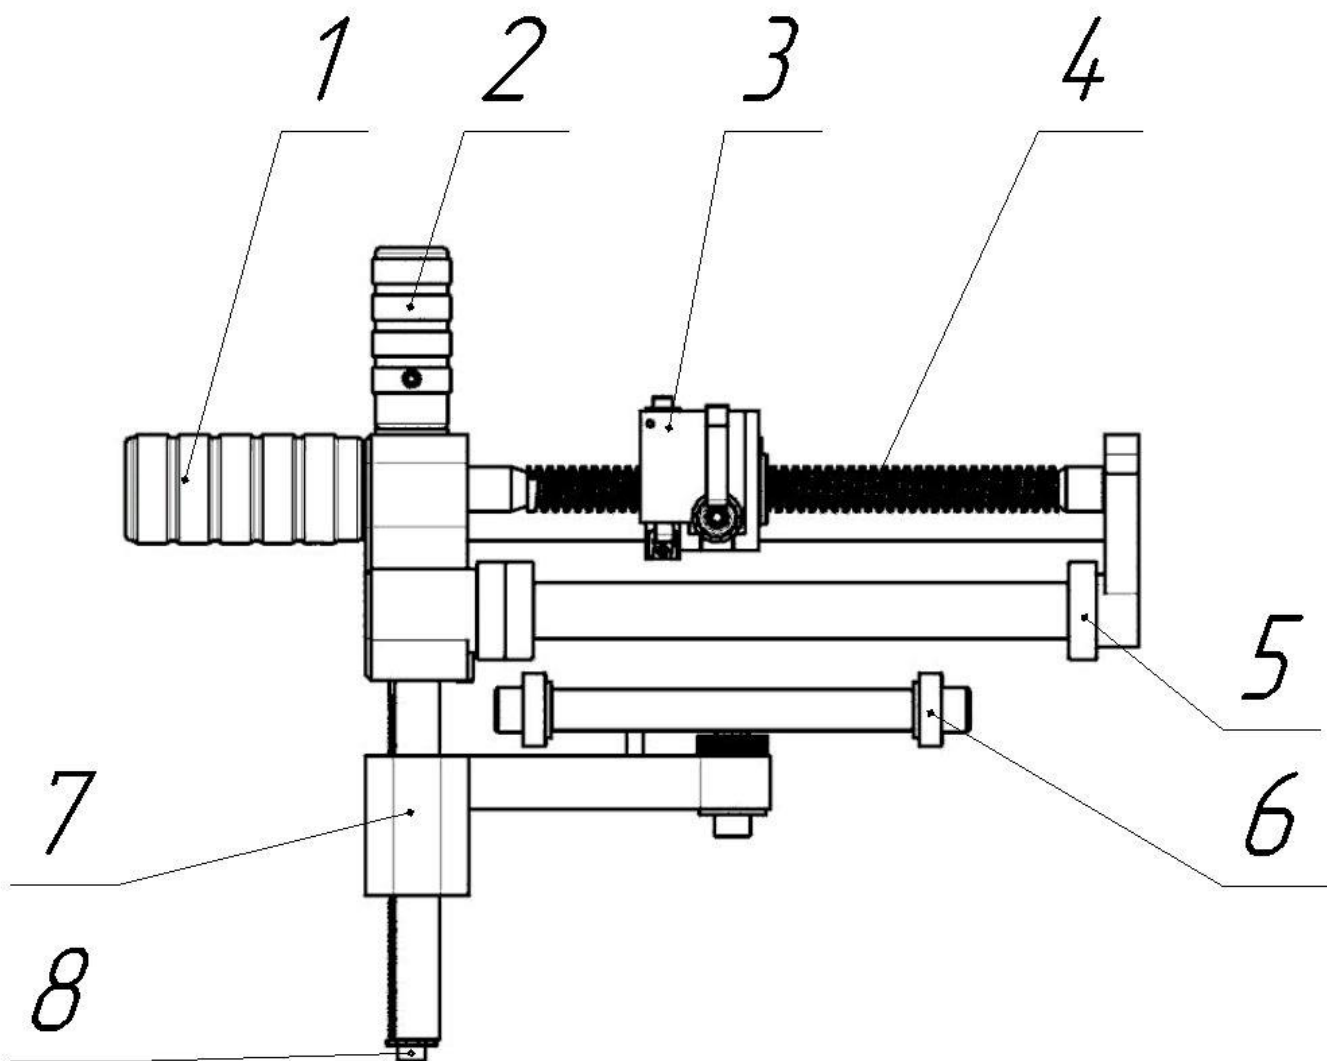
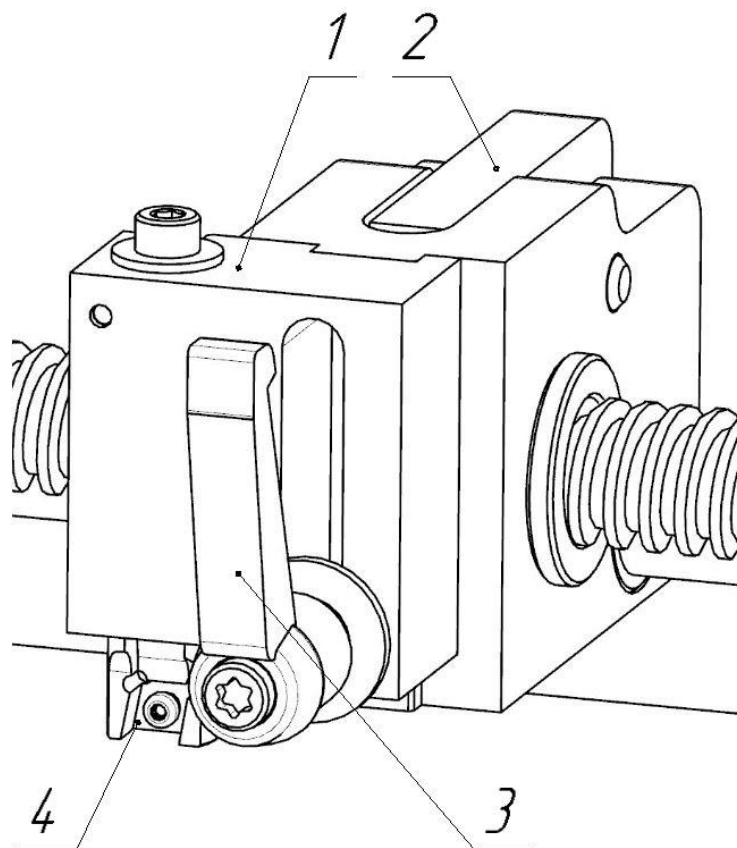

Рис. 1
Рис. 2
- Нажмите на фиксатор (поз. 2 рис. 2 стр. 6) и полностью подведите направляющий блок (поз. 3 рис. 1 стр. 5) к станине.
Приведите прижимной суппорт (поз. 7 рис. 1 стр. 5) в крайнее нижнее положение:
- Поворачивая рукоятку суппорта (поз. 2 рис. 1 стр. 5), опустить прижимной суппорт (поз. 7 рис. 1 стр. 5) вниз.
Отверните зажимной рычаг (поз. 3 рис. 2 стр. 6) и поднимите держатель резца (поз. 1 рис. 2 стр. 6) до конца вверх.
Заведите устройство на трубу таким образом, чтобы прижимной суппорт (поз. 7 рис. 1 стр. 5) оказался внутри трубы, а направляющий блок (поз. 3 рис. 1 стр. 5) на ее наружной поверхности.
- Затягивая с достаточным усилием рукояткой суппорта (поз. 2 рис. 1 стр. 5).
Нажмите на фиксатор (поз. 2 рис. 2 стр. 6) и отведите направляющий блок (поз. 3 рис. 1 стр. 5) на требуемую длину зачищаемой поверхности
Поверните зажимной рычаг (поз. 3 рис. 2 стр. 6) и прижмите держатель резца (поз. 1 рис. 2 стр. 6) к трубе и зафиксируйте зажимным рычагом (поз. 3 рис. 2 стр. 6).
Вращайте устройство вокруг трубы при помощи поворотной рукоятки (поз. 1 рис. 1 стр. 5) по направлению стрелки (по часовой стрелке!). Необходимо проводить зачистку до конца трубы равномерным вращением.
Отверните зажимной рычаг (поз. 3 рис. 2 стр. 6), поднимите держатель резца (поз. 1 рис. 2 стр. 6) и, ослабив рукоятку суппорта (поз. 2 рис. 1 стр. 5), снимите устройство с трубы.